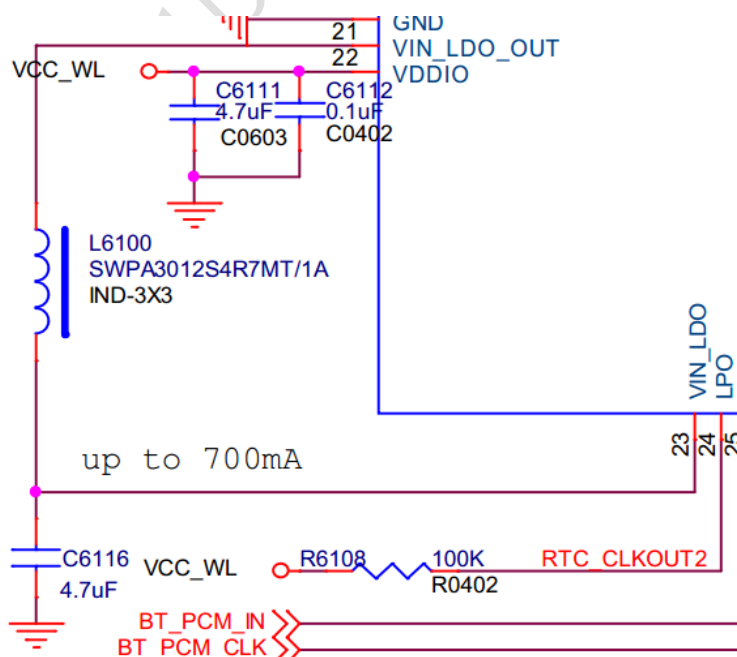
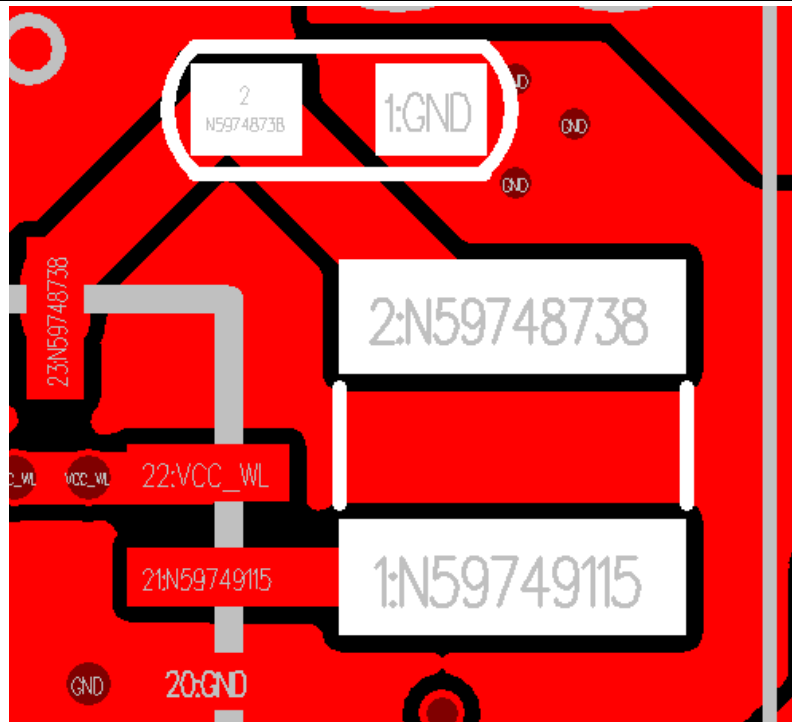

图23-9
图23-10
- 如图23-9、图23-10中，模块内部电源的电感L6100和电容C6116需靠近模块放置，走线线宽大于15mil；